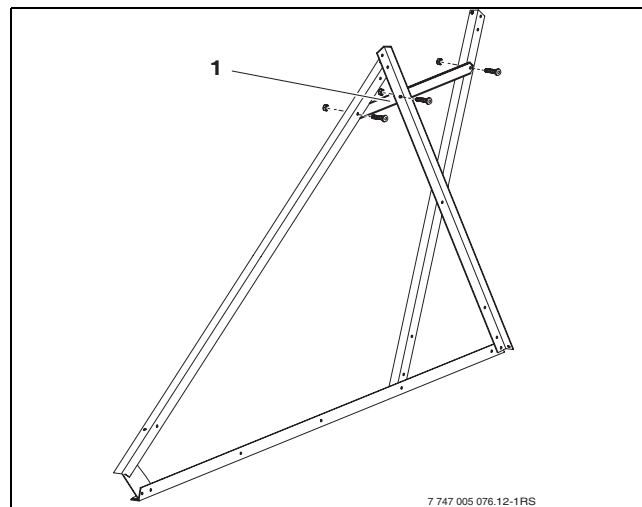

Bild 19 Querleiste einbauen
- Querleiste (Bild 19, [1]) mit den beiden Trägerschienen-Speicher und der Trägerschiene-Kollektor verschrauben.